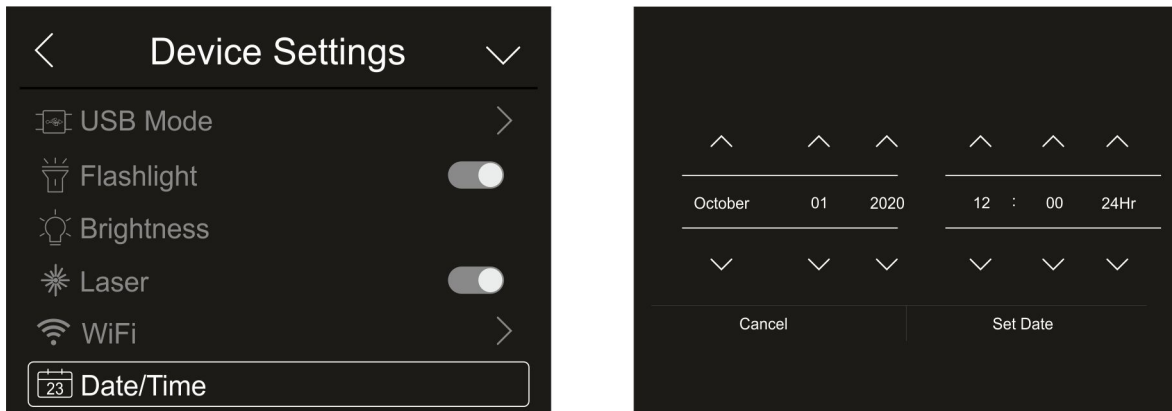

Fig. 19: Configuración Fecha/Hora de sistema
1. Toque el texto “Date/Time” para realizar la configuración de la Fecha/Hora de sistema. Se muestra la pantalla de la Fig. 19 – parte derecha: